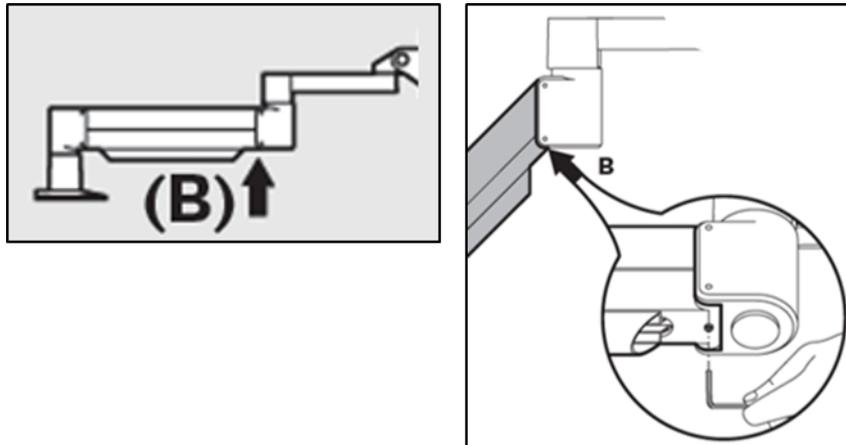

Figura 4-6. Allentamento della vite di arresto di controbilanciamento B
- Riposizionare orizzontalmente il braccio. Allentare la **vite di arresto di controbilanciamento B** superiore ruotando la vite di almeno $\frac{1}{2}$ giro. Usare una chiave Allen da $\frac{3}{32}$ ". Vedere la Figura 4-6.
- Posizionare il braccio orizzontalmente e fissare la **vite di arresto di controbilanciamento B** fino a stabilire il contatto, quindi serrare ruotando da $\frac{1}{2}$ a $\frac{3}{4}$ di giro. Vedere la Figura 4-6.